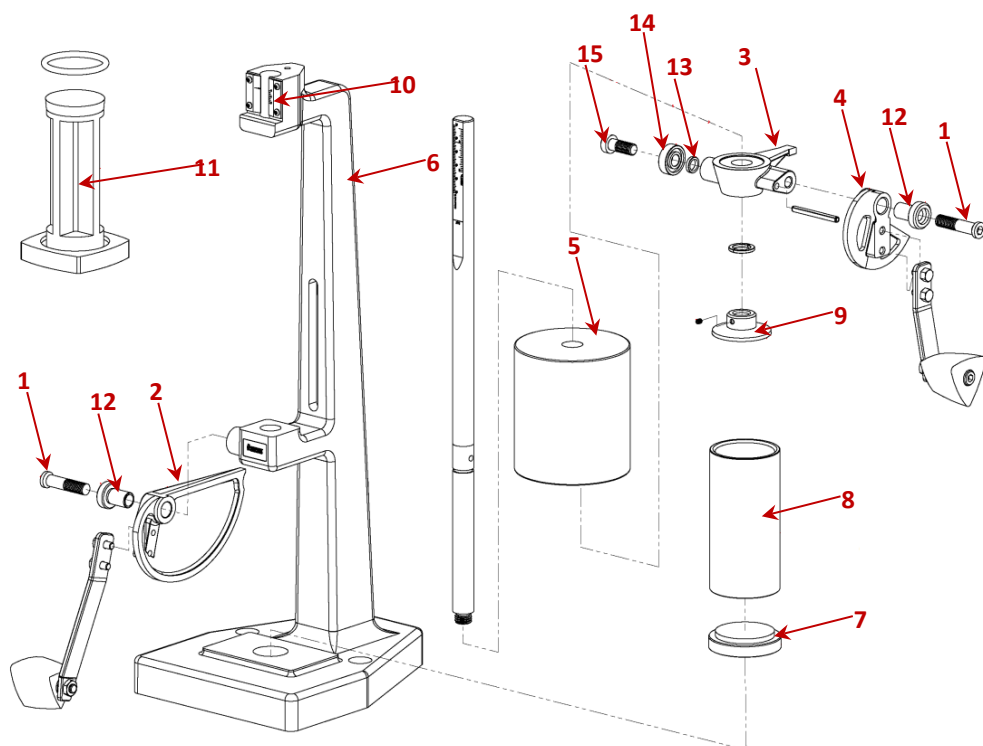

Abb. 10: Isometrische Explosionszeichnung
- Prüfkörperrohrflächen (Abb. 10, Pos. 8) regelmäßig auf Sauberkeit, Rost und/oder Lochfraß prüfen. Das Prüfkörperrohr muss bei jedem Gebrauch ordnungsgemäß mit Trennmittel leicht benetzt werden. Trockene, von Rost oder Lochfraß befallene Prüfkörperrohr-Flächen setzen aufgrund von Reibungseinflüssen die Verdichtungsenergie an den Seitenflächen deutlich herab. Die unter diesen Bedingungen hergestellten Prüfkörper sind nicht korrekt verdichtet und entsprechen nicht den Normvorgaben.
Die Fallhöhe kann unter die Normfallhöhe fallen. Ursache ist dann ein Verschleiß an der Exzenterkurbel (Abb. 10, Pos. 4) oder einem Kurbelwellenlager (Abb. 10, Pos. 12).